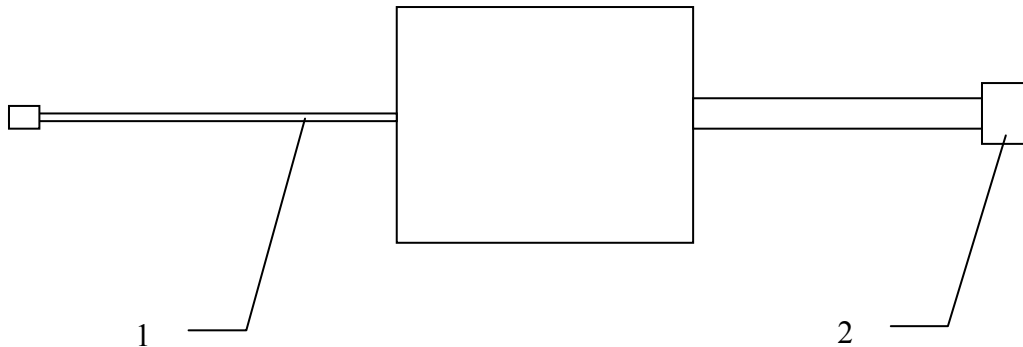

Рис. 4.
Антенна передающая (рис. 4):
- 1) подключить блоки в соответствии со схемой, изображённой на рис. 4.